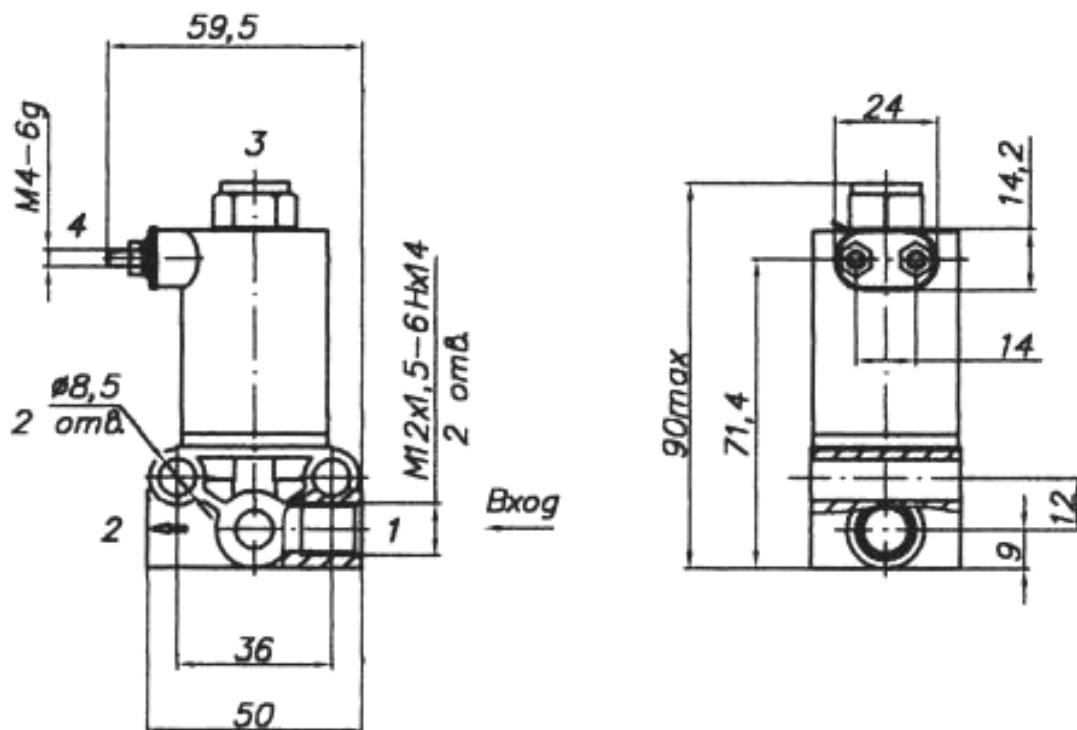

Рис. 65 Клапан электромагнитный
4. КЛАПАН ЭЛЕКТРОМАГНИТНЫЙ (рис. 65)